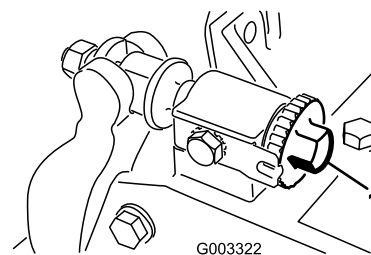

Figura 11
1. Coloque la unidad de corte en una superficie de trabajo plana y nivelada. Gire los tornillos de ajuste de la barra de asiento en sentido antihorario para asegurarse de que la barra no está en contacto con el molinete (Figura 11).